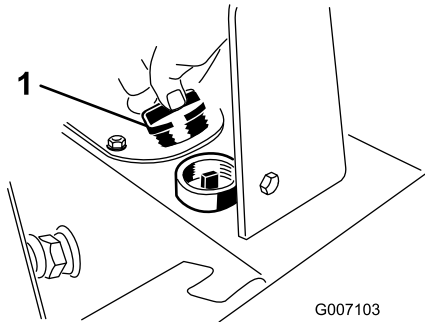

Figura 17
4. Limpie la zona alrededor del cuello de llenado del depósito de aceite hidráulico y retire el tapón del cuello de llenado (Figura 17).